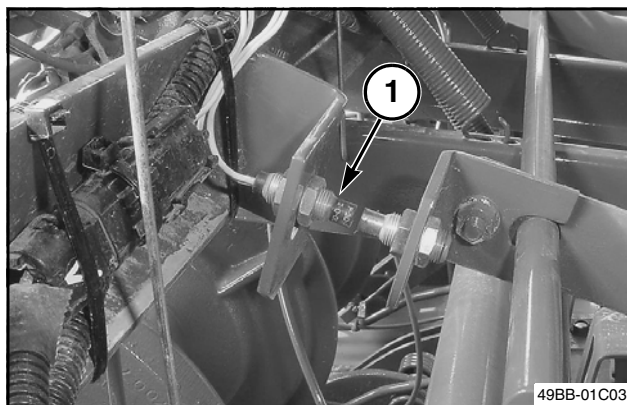

FIG. 20
FIG. 20: Kontakten til den nedre slækkearm er placeret nær den venstre ende af knyttermontagen. Kontakten til den øvre slækkearm (1) er placeret nær den højre ende af knyttermontagen. Disse kontakter overvåger knytterfunktionen og gør operatøren opmærksom på eventuelle problemer.